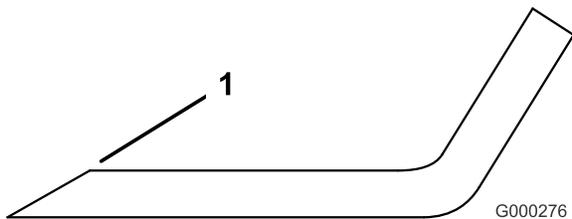

図 80
1. ブレードは、左右の刃先をやすりで磨く（図 80）。刃先の角度を変えないように注意すること。左右を同じだけ削るようすればバランスが狂わない。